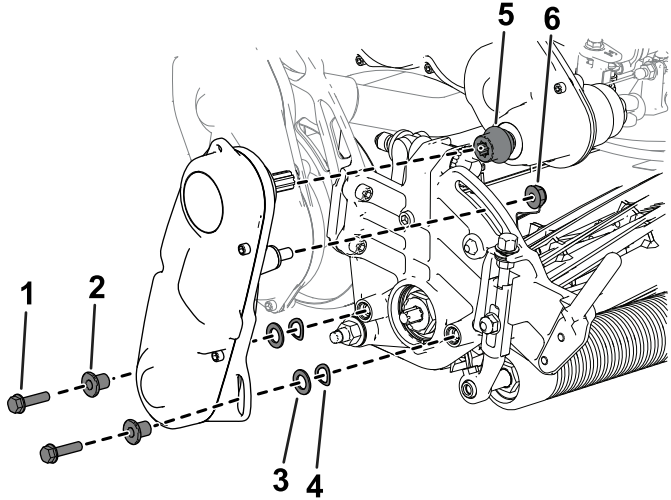

Figura 42
6. Utilizai uruburile cu cap imbus, aibele i distanțierele îndepărtate anterior pentru a fixa ansamblul cilindrului pe placa laterală a unității de tăiere (Figura 42).
Asigurați-vă că arborele ansamblului de acționare a cilindrului este montat pe elementul de cuplaj transmisie-arbore de acționare (Figura 42).